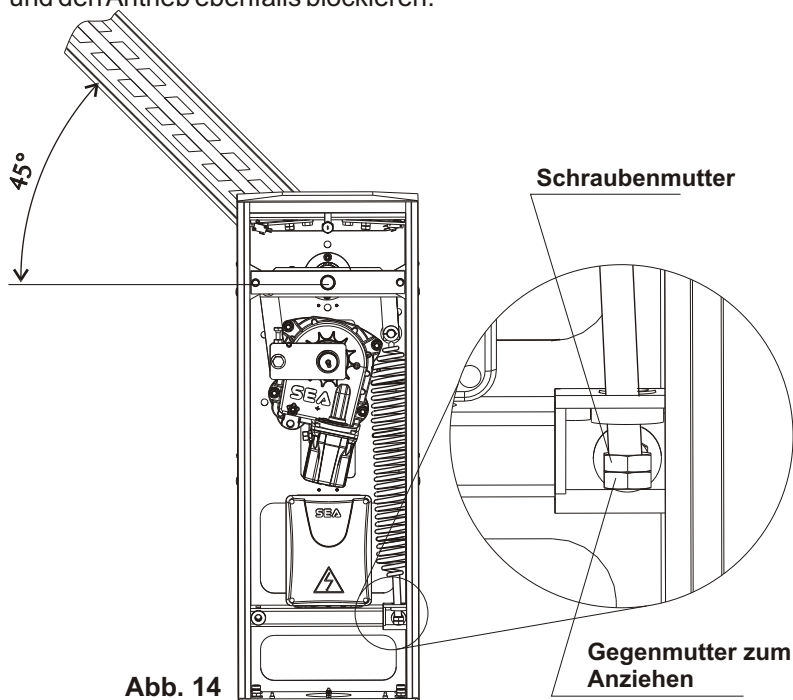

Abb. 14
- Den Baum auf 45° positionieren und die Auswuchtung mit Hilfe der Muttern (Abb. 14) durchführen.
- Die Spannmutter der Feder zu/oder aufschrauben bis der Auswuchtungspunkt auf 45° erreicht wurde (Abb. 14).